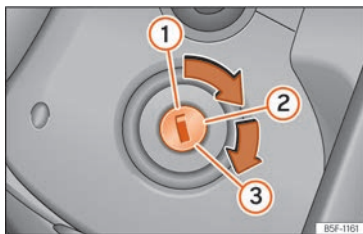

Fig. 209 Posiciones de la llave de contacto.
Posiciones de la llave » **fig. 209**
- Gire la llave a la posición »» **fig. 209** . En vehículos diésel se produce el precalentamiento .
- Siga girando la llave a la posición »» **fig. 209**  sin pisar el acelerador.
- Vehículos con cerradura de encendido: Gire la llave hasta la posición »»» fig. 209 ①.